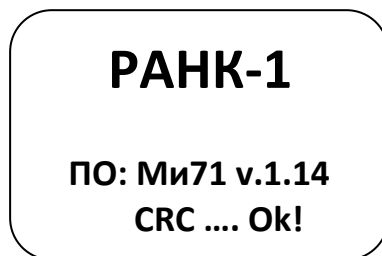

Рис. 2 Окно дисплея при включении питания
4.2. Включить тахометр, для этого нажать кнопку  на 1-2 сек. На экране дисплея (рис.2), в течение 5 сек, появится информация: